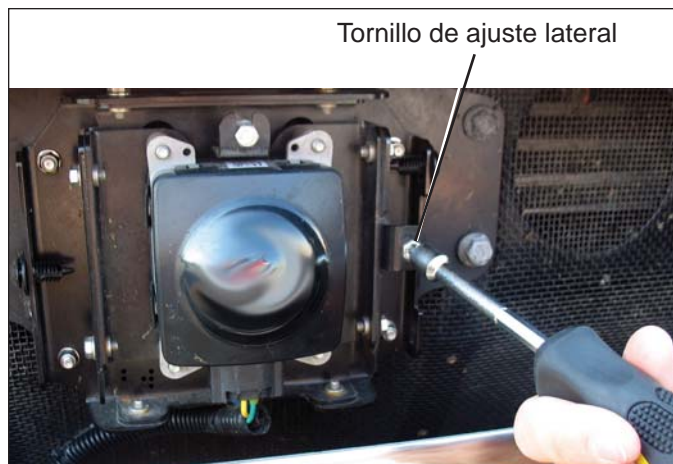

FIGURA 35 – AJUSTE LATERAL
2. Haga girar el tornillo de ajuste lateral hasta que logre la alineación deseada. NO quite los tornillos. Consulte la figura 35. Siga los pasos 4 a 7 en la sección 6.09: *Verificación de la alineación lateral* para medir.